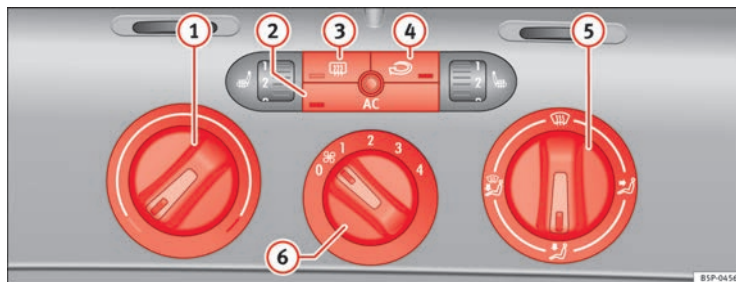

Fig. 129 Sulla plancia portastrumenti: i comandi del Climatic
- Le manopole ⇒ fig. 129 ① e ⑤ e la manopola ⑥ servono rispettivamente a impostare la temperatura desiderata, a indirizzare il flusso d'aria e a selezionare il livello di potenza della ventola.
- Per attivare o disattivare una funzione bisogna premere il tasto corrispondente ②, ③ o ④. Quando la funzione è attiva, la spia situata nell'angolo in basso del tasto si illumina.
- ① Manopola di regolazione della temperatura ⇒ pagina 168
- ② Tasto **AC** - Accensione e spegnimento del climatizzatore ⇒ pagina 168
- ③ Tasto - Lunotto termico. Questa funzione si spegne automaticamente dopo circa 20 minuti. Se si desidera spegnerlo prima bisogna premere il tasto relativo.
- ④ Tasto - Funzione di ricircolo ⇒ pagina 170
- ⑤ Manopola di regolazione della ripartizione del flusso d'aria ⇒ pagina 168
- ⑥ Comando del ventilatore. Il volume del flusso d'aria è regolabile su quattro livelli. Quando si viaggia a basse velocità, si consiglia di tenere sempre acceso il ventilatore al livello più basso. ►
- Accendere il climatizzatore con il tasto ⇒ fig. 129